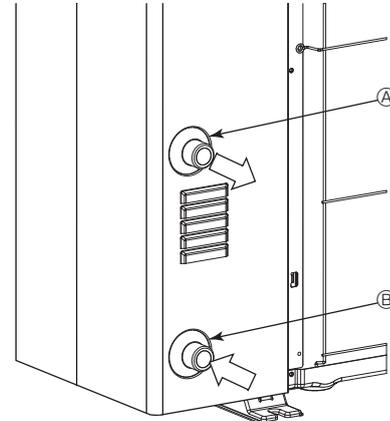

Fig. 5-1
5.1. Conexión de las tuberías del agua (Fig.5-1)
- La posición de las tuberías de entrada y salida se muestra en la Fig. 5-1.
[Fig. 5-1]